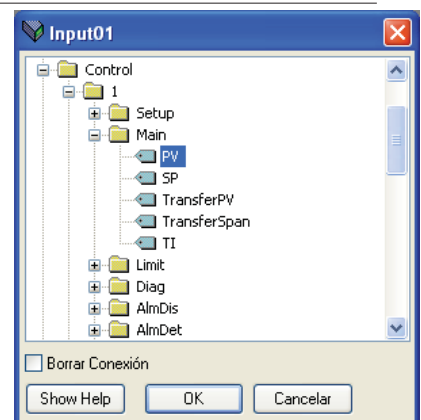

Figura 7.5b Ventana de explorador
1. Haga doble clic en la siguiente posición disponible en la tabla de datos de entrada o salida y seleccione la variable que desea asignar. Una ventana emergente (figura 7.5b) muestra un navegador en el que puede abrir una lista de parámetros.